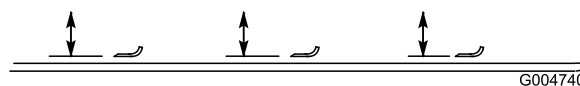

Figura 84
2. Gire la cuchilla hasta que los extremos estén orientados hacia adelante y hacia atrás (Figura 84). Mida desde el interior de la unidad de corte al filo de corte en la parte delantera de la cuchilla. Anote esta dimensión.